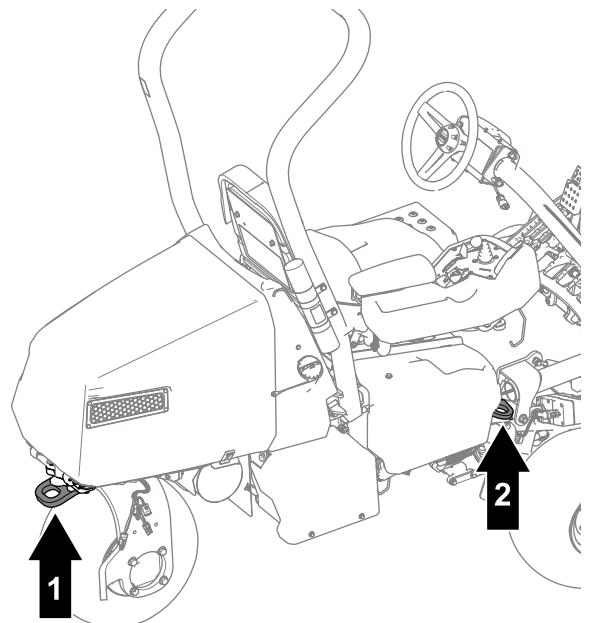

Figura 32
- Amarre la máquina firmemente con correas, cadenas, cables o cuerdas. Tanto la correa delantera como la trasera deben orientarse hacia abajo y hacia fuera respecto a la máquina (Figura 32).